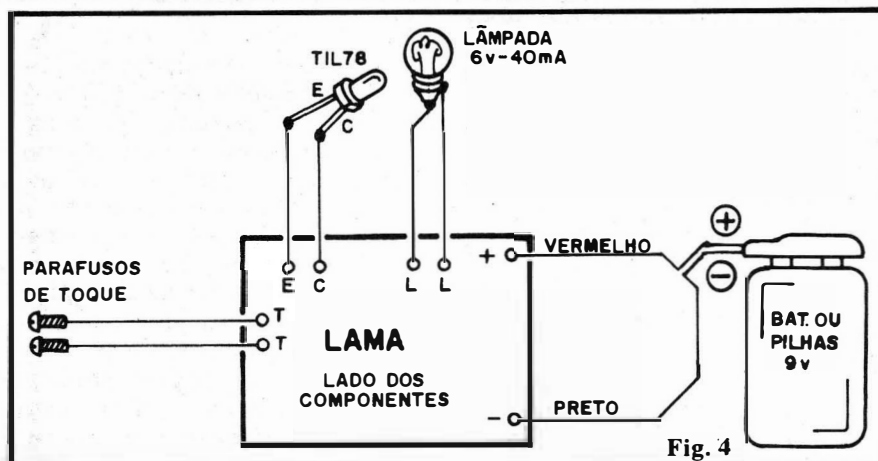

Fig. 4
- **FIG. 4 - Conexões externas** à placa. Notar que o Circuito Impresso também é visto pelo lado não co-